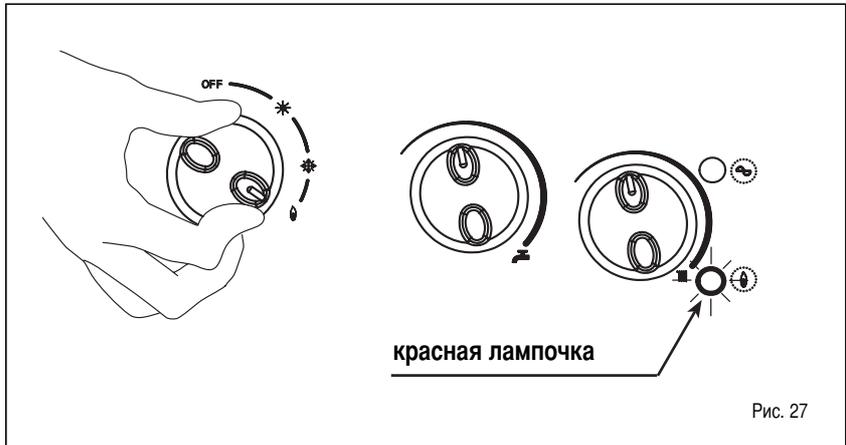

Рис. 27
**– Блокировка накала / включение защитного термостата (рис. 27)**